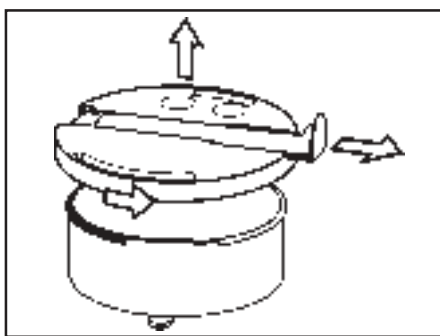

Abb. 14: Demontieren des Ausdehnungsgefäßes
2. Ziehen Sie den Riegel im Deckel nach rechts (siehe Abb. 14).